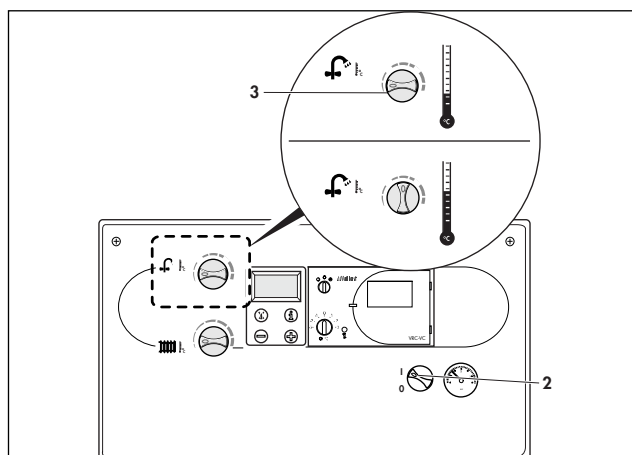

Fig. 3.5: Prepararea apei calde menajere
La o duritate a apei mai mare de 10°dh (1,79 mol/m³), fixați comutatorul (3) cel mult în poziția de mijloc (fig. 3.5).